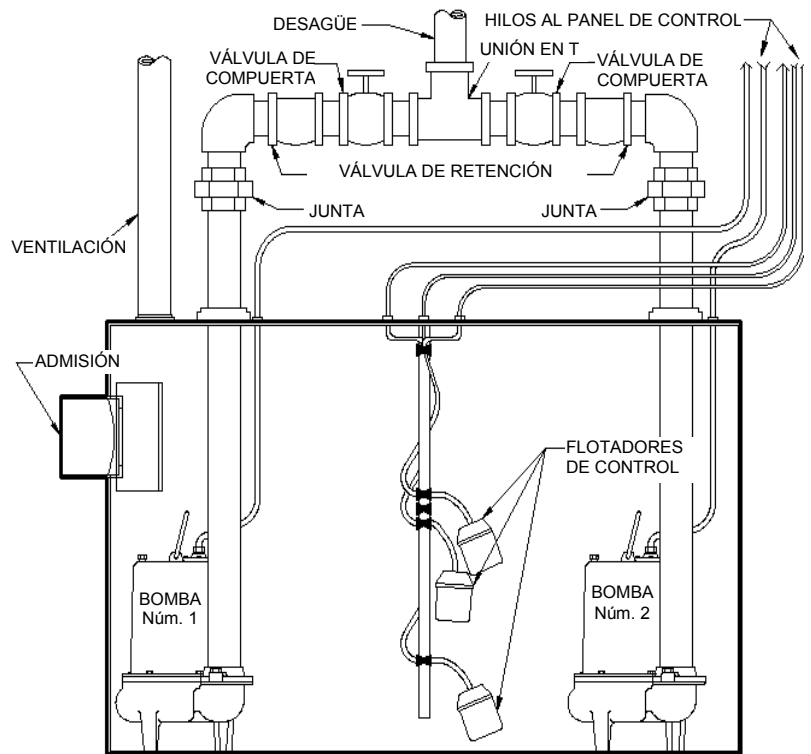

Fig. 3 – Instalación típica de un sistema doble
- B. **Sistemas dobles (dos bombas) (vea la Fig. 3):** Coloque ambas bombas en el fondo de la cubeta. El control doble incluye 3 ó 4 flotadores conectados a una de las tuberías de desagüe o a una varilla independiente colgada de la tapa. Siga las instrucciones del control doble. El nivel mínimo de apagado de la bomba no se debe fijar por debajo de los 15.24 cm (6 pulg.). Los flotadores tienen que poder moverse libremente. Conecte una tubería de descarga distinta a cada bomba. **IMPORTANTE: no reduzca el tamaño de la tubería de desagüe por debajo del tamaño de la salida de la bomba.** En las bombas de aguas residuales no debe ser inferior a 5.08 cm (2 pulg.). En ciertos casos hará falta aumentar el tamaño de la tubería para reducir las pérdidas por fricción. Comuníquese con Liberty Pumps o con una persona calificada si tiene alguna pregunta sobre el tamaño de la tubería y del caudal. Para evitar el reciclaje de líquidos en instalaciones dobles, habrá que instalar una válvula de retención en cada línea de descarga antes de unir las dos descargas en una línea común. Estas válvulas se pueden instalar dentro o fuera de la cubeta dependiendo del tamaño de esta última. Instale las tapas de la cubeta y séllelas apropiadamente.